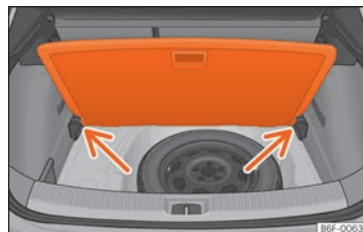

Abb. 128 Variabler Gepäckraumboden: geneigte Stellung.
- Legen Sie den Gepäckraumboden auf die dafür vorgesehenen Aufnahmen »» Abb. 128 (Pfeile).